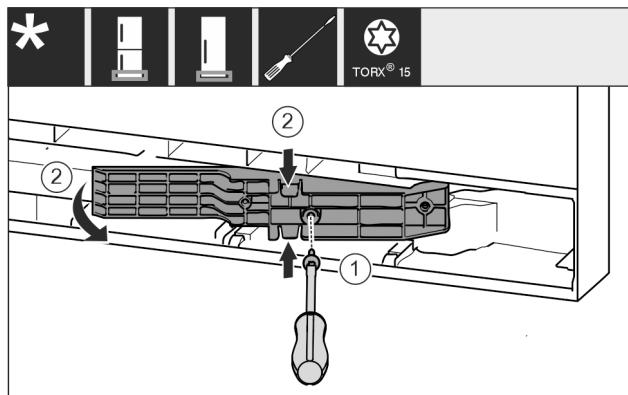

Fig. 18 *
- Desfaceți șuruburile cu șurubelnită T15. Fig. 18 (1)*
- Scoateți adaptorul. Fig. 18 (2)*